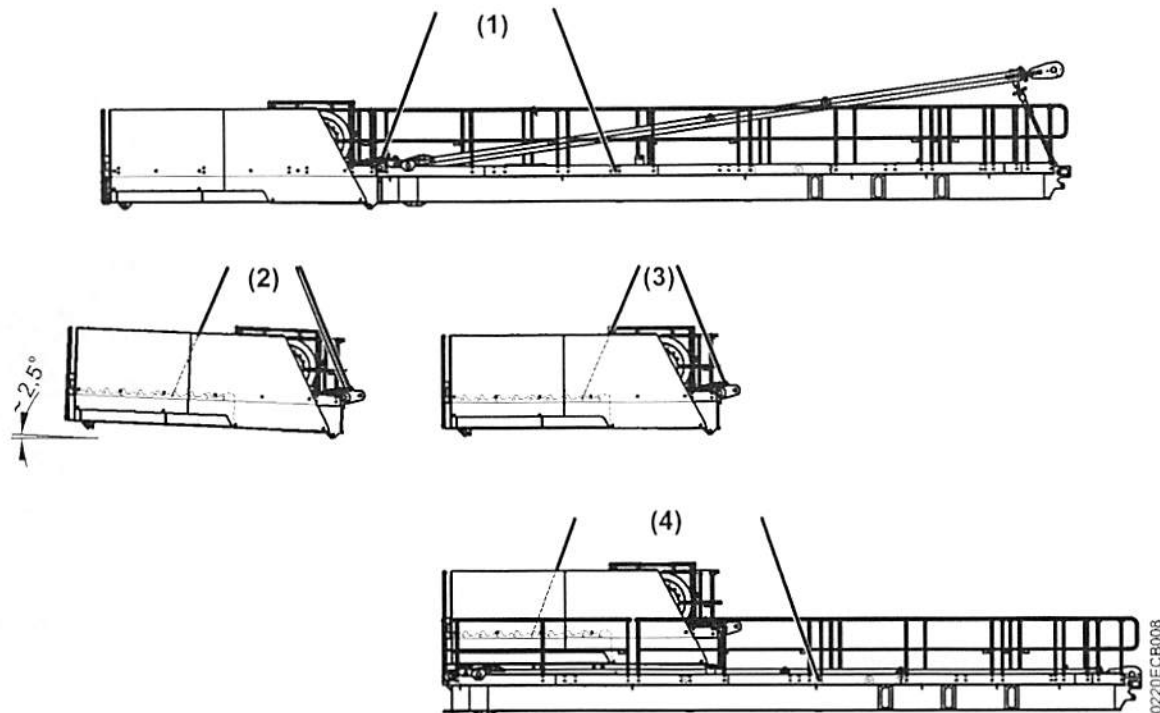

Fig. 211: Anschlagpunkte für den zweiteiligen Gegenausleger
- Anschlagmittel an Gegenausleger je nach Montagefall (siehe: Fig. 211, Seite 277) anhängen und sichern (siehe: Tab. 109, Seite 277).